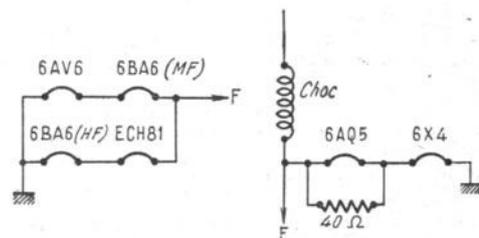

FIG. 3. — Modification du branchement des filaments pour l'alimentation sous 12 V.
**Modifications pour la transformation en 12 V :** Les modifications concernant l'utilisation d'un transformateur d'alimentation dont le primaire est prévu pour la tension de  $2 \times 12 \text{ V}$  au lieu de  $2 \times 6 \text{ V}$ ; l'utilisation d'un vibreur 12 V et un nouveau branchement des filaments, représenté par la figure 3. Les lampes 6AV6 et 6BA6 (HF) sont montées en série et alimentées à partir du + 12 V. Il en est de même pour les lampes 6BA6 (HF) et ECH81.